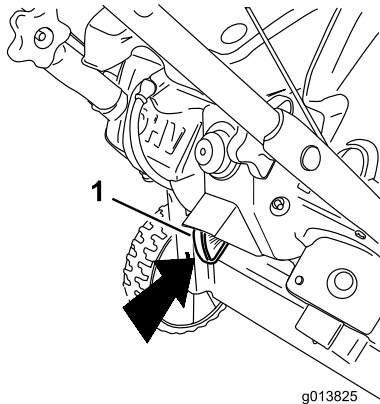

Figure 15
1. Enfoncez complètement la clé de contact à la position CONTACT (Figure 15).